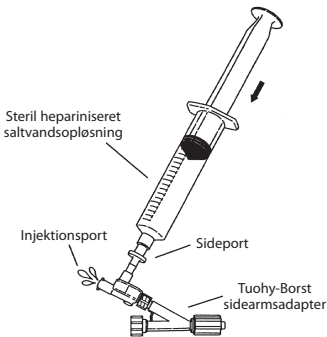

Fig. 2
4. Tilslut dobbeltcheckventilen til den gennemsigtige Tuohy-Borst adapter. Tuohy-Borst ventilen bør være helt lukket. Tilslut en 20 mL sprøjte fyldt med hepariniseret saltvand til sideporten på dobbeltcheckventilens adapter og tøm langsomt luft ud af injektionsporten. (Fig. 2)